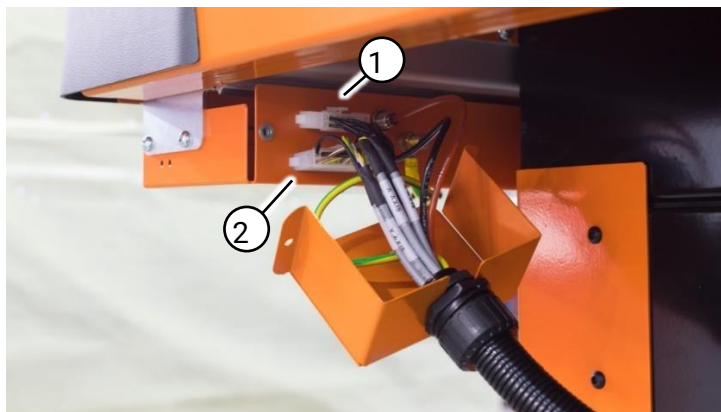

Fig. 18 Aansluiting voor de motorbesturing en de sensor
1.3 Sluit de kleinste stekker aan op de bovenste connector (Fig. 18 (1)) en de grootste stekker op de onderste connector (Fig. 18 (1)).